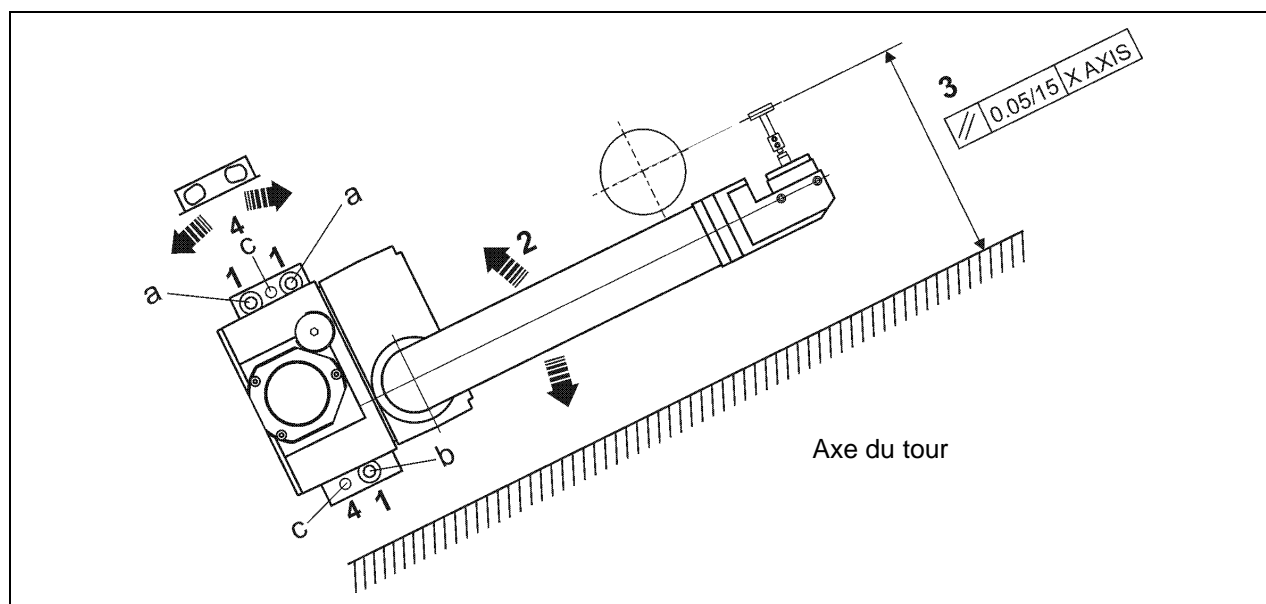

Figure 5-4. Alignement du bras
2. Tourner le bras par rapport à la vis (b), en alignant ainsi le palpeur parallèlement à l'axe X de la machine. Le parallélisme du palpeur par rapport à l'axe X de la machine doit être de 0,05mm (voir Figure 5-4).